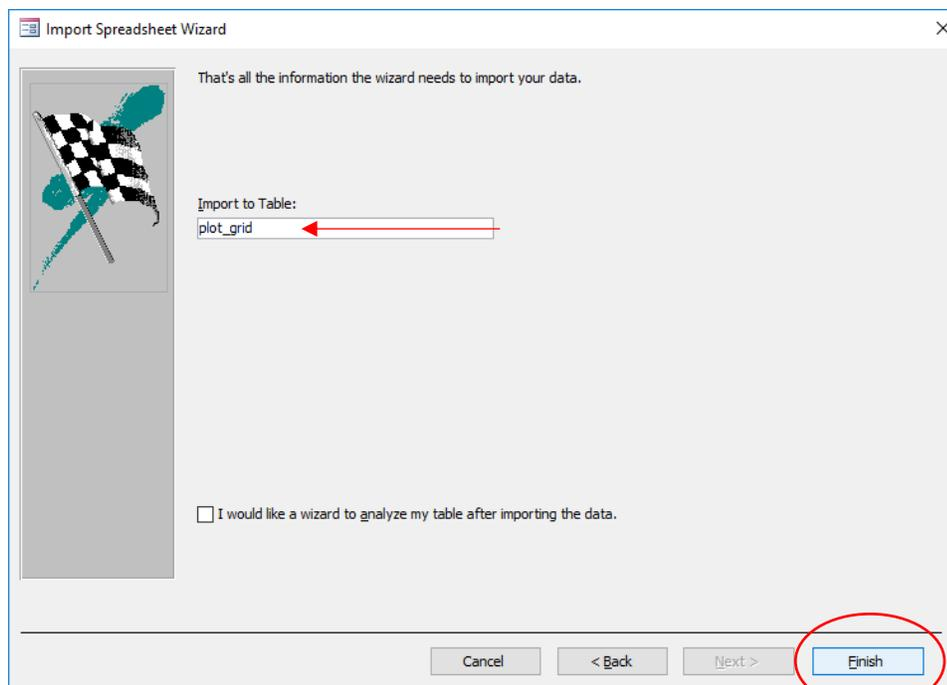

Figura 23. Importar Hoja de Excel (4)
- 3.8 En la siguiente ventana (Figura 23), cambiar el nombre de la tabla a "plot_grid" y seleccionar [Finish].